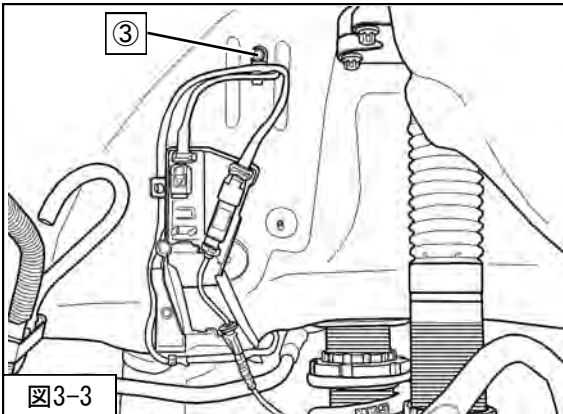

図3-3
5. ③ハーネスブラケットをボディ・ハーネスから取外してください。（図3-3）